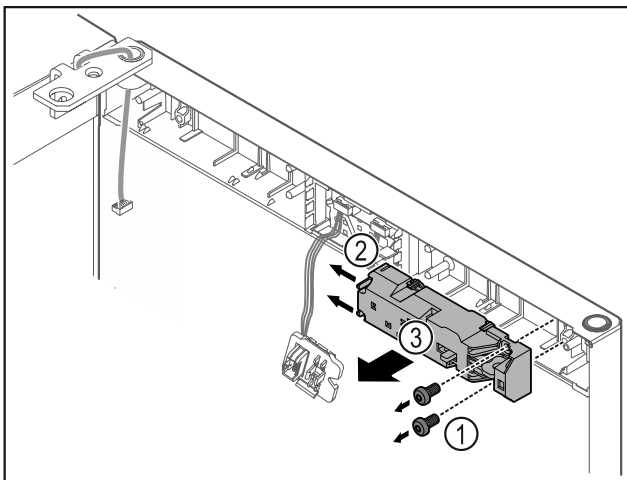

Fig. 23
- Rimuovere le viti Fig. 23 (1).
- Spingere di lato i naselli di arresto Fig. 23 (2) e rimuovere la serratura a distanza Fig. 23 (3).